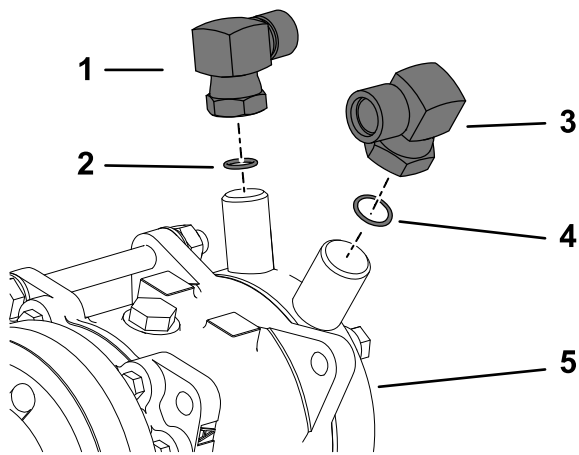

図 43
1. エアコン用ポンプの低圧側吸入側ポートに90度フィッティング7/8インチとOリングサイズ8を取り付ける 図 43。
3. エアコン用ポンプの高圧側吐出側ポートに90度フィッティング3/4インチとOリングサイズ10を取り付ける 図 43。